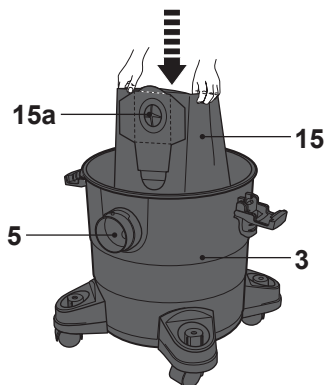

Fig. 6
- > Coloque la bolsa de polvo (15) en el depósito (3). Asegúrese de que la apertura de la bolsa de polvo (15a) está en la parte superior.
- > Sujete las solapas laterales de la apertura de la bolsa de polvo (15a) y deslice la apertura de la bolsa de polvo (15a) por la apertura interior de la entrada de aire (5) (Fig. 6). Compruebe que la conexión esté bien sellada.